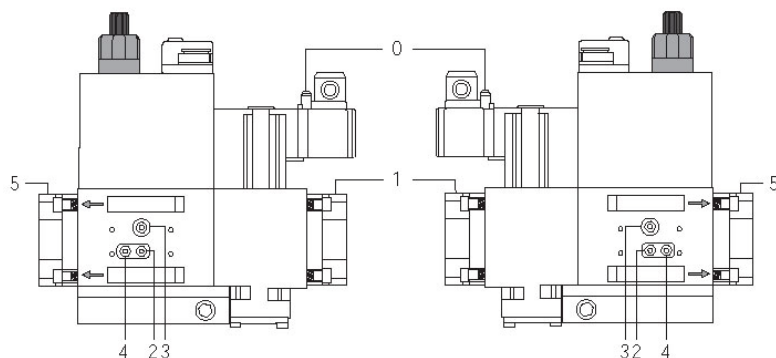
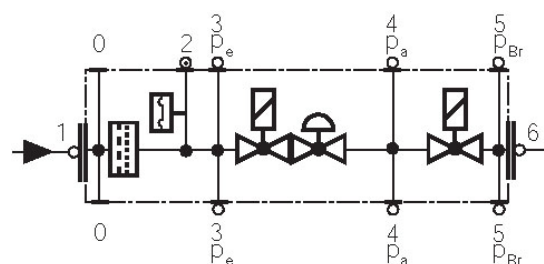

Fig. 27
Fig. 28
- Pulire o sostituire il filtro se la differenza di pressione fra i punti 1 e 2 (Fig. 27-Fig. 28)  $\Delta p > 10$  mbar.